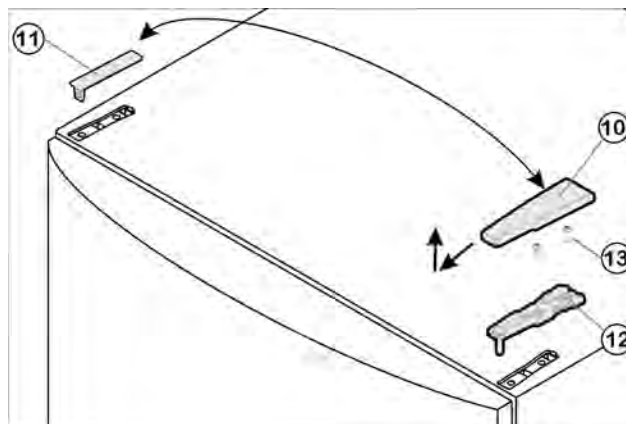

Fig. 4
- ▶ Відведіть кришку Fig. 4 (10) вперед і вгору.
- ▶ Зніміть кришку Fig. 4 (11).
- ▶ Викрутіть верхній опорний кронштейн Fig. 4 (12) (2 шт. Torx® 25) Fig. 4 (13) і відведіть вгору.
- ▶ Встановіть верхній опорний кронштейн Fig. 4 (12) в дверцята на новий бік шарніра.
- ▶ Пригвинтіть верхній опорний кронштейн Fig. 4 (12) (**з моментом 4 Нм**) гвинтами (2 шт. Torx® 25) Fig. 4 (13). Попередньо зробіть отвори для гвинтів або використовуйте викрутку з акумулятором.
- ▶ Кришку Fig. 4 (10) та кришку Fig. 4 (11) зафіксуйте з протилежного боку.